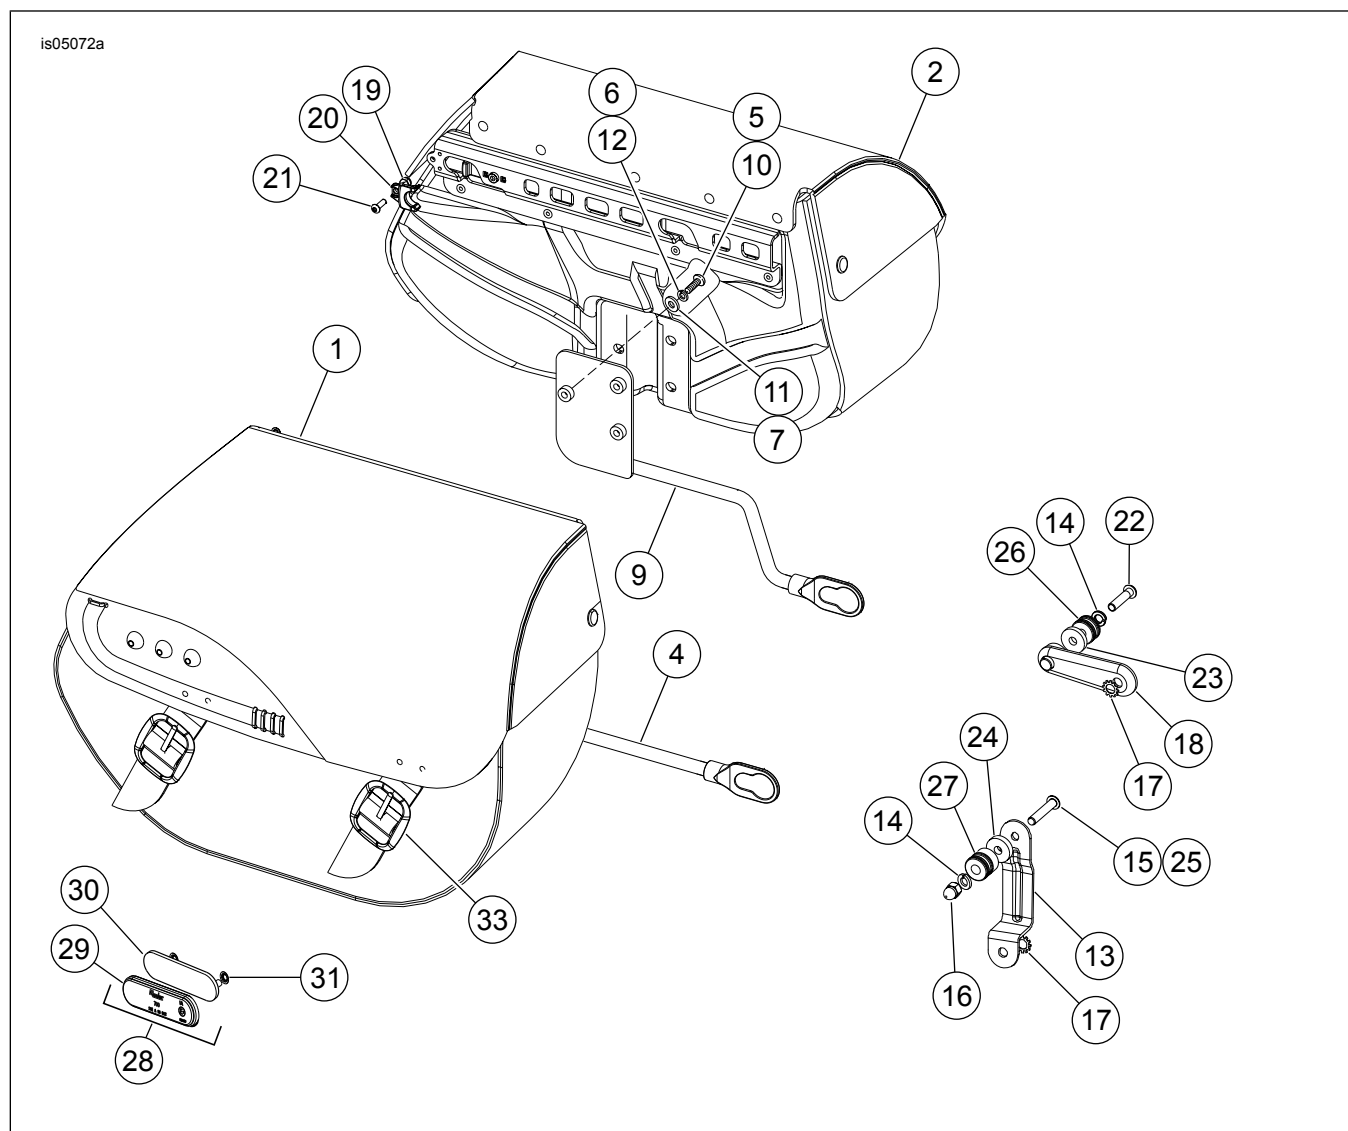

Figure 8. Pièces de rechange : Sacoche amovibles
Voir Figure 8 et Tableau 1.
1. Voir Figure 8 et Tableau 1. Installer la monture du réflecteur (30) au centre de la sacoche entre les sangles.
3. Nettoyer la surface de la monture du réflecteur (30) où le réflecteur (29) sera installé avec de l'eau savonneuse ou de l'alcool isopropylique.
7. Installer la monture du réflecteur (30) sur la sacoche à l'aide de deux écrous à presser (31). Les écrous à presser sont installés à partir de l'intérieur de la sacoche.